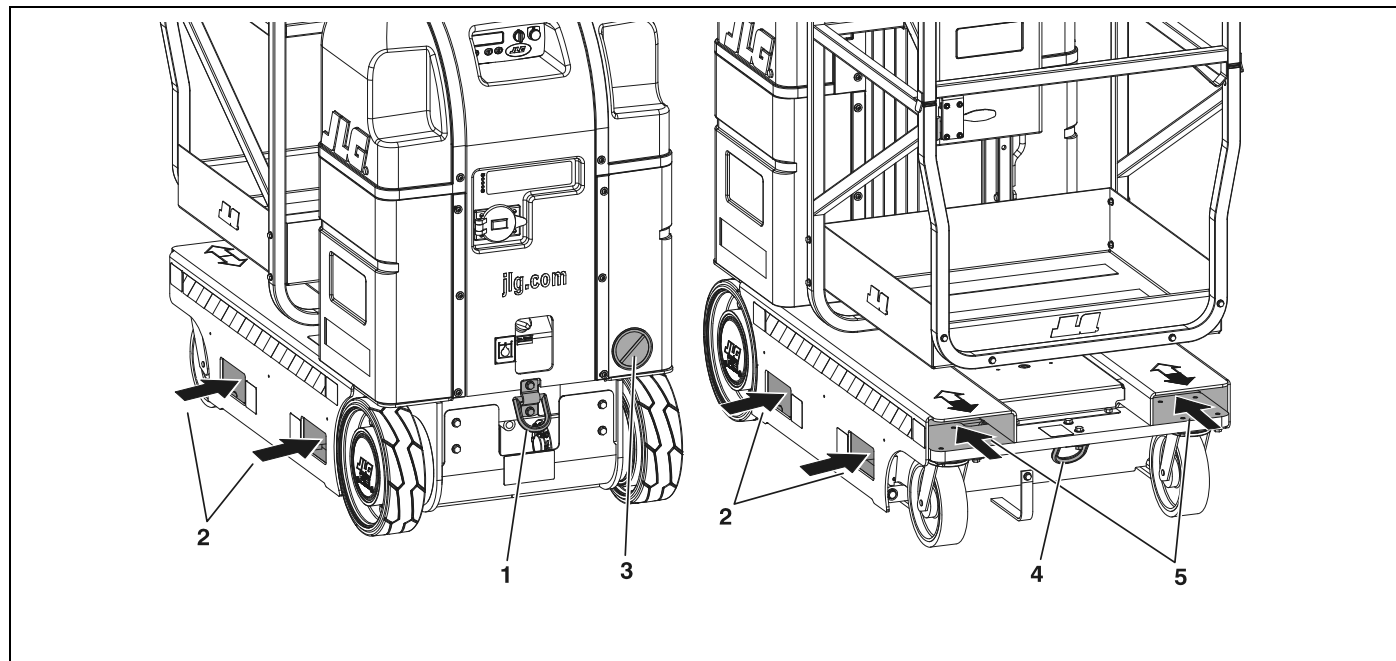

Figure 3-6. Emplacement des entrées de chariot à fourche et des anneaux d'arrimage de la machine.
1. Arrimer la machine avec une chaîne adéquate passée à travers les anneaux situés à l'avant et à l'arrière de la machine. (Voir la Figure 3-6.)
Tous les élévateurs modèles MVL et MSP sont équipés de larges entrées de fourche ménagées le long du support de base et également à travers les côtés de la base. (Voir la Figure 3-6.). La machine